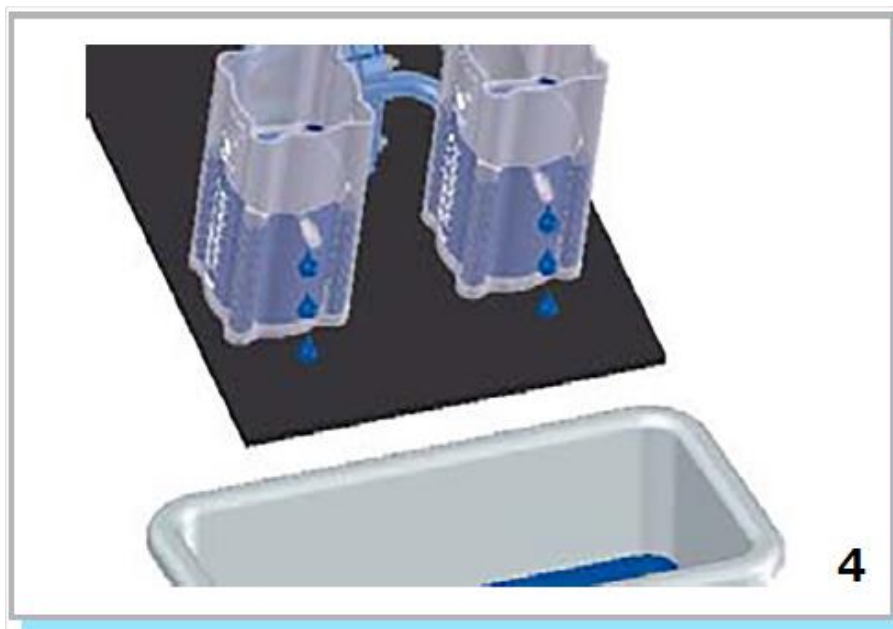

図4
1. ガスタンクの水素/酸素出口側からホースを取り外し、完全に空になるまで、図4に示すようにガスタンクをトレイの上に置きます。